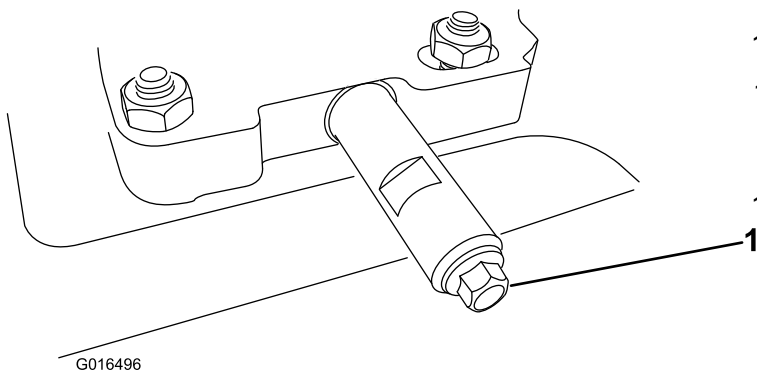

Figura 32
- Pulite l'area attorno al tappo di spurgo dell'olio (Figura 32).